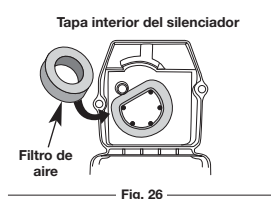

Fig. 26
6. Cambie el filtro de aire dentro de la tapa del filtro de aire / silenciador (Fig. 26).